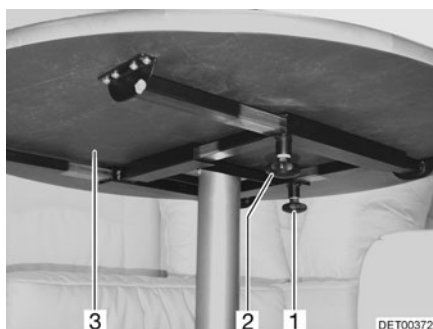

Fig. 77 Table fixe (plateau coulissant)
- Desserrer la vis moletée (Fig. 77,2).
- Pousser le plateau (Fig. 77,3) dans la position désirée.
- Desserrer la vis moletée (Fig. 77,1).